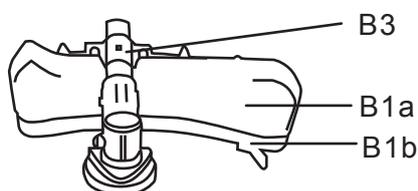

Fig. 4
- Placer l'ensemble protection (B1a, B1b) sur la plaque fixe (B3) et la fixer avec deux vis. Attention à l'alignement de la protection (voir Fig. 4)